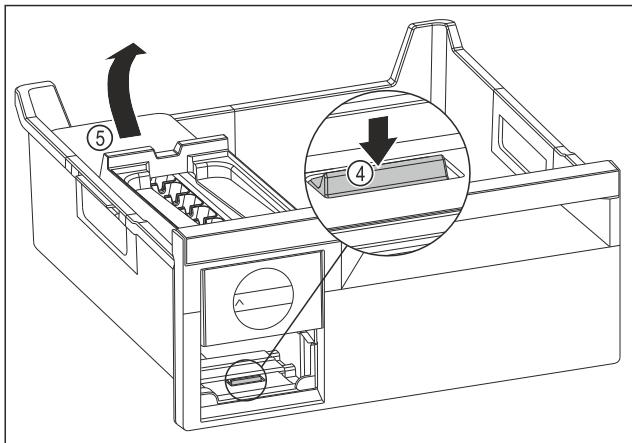

Fig. 96
- Odoberte korpus EasyTwist-Ice: Strmeň Fig. 96 (4) zatlačte prstom nadol a súčasne druhou rukou zdvihnite zozadu korpus EasyTwist-Ice Fig. 96 (5).